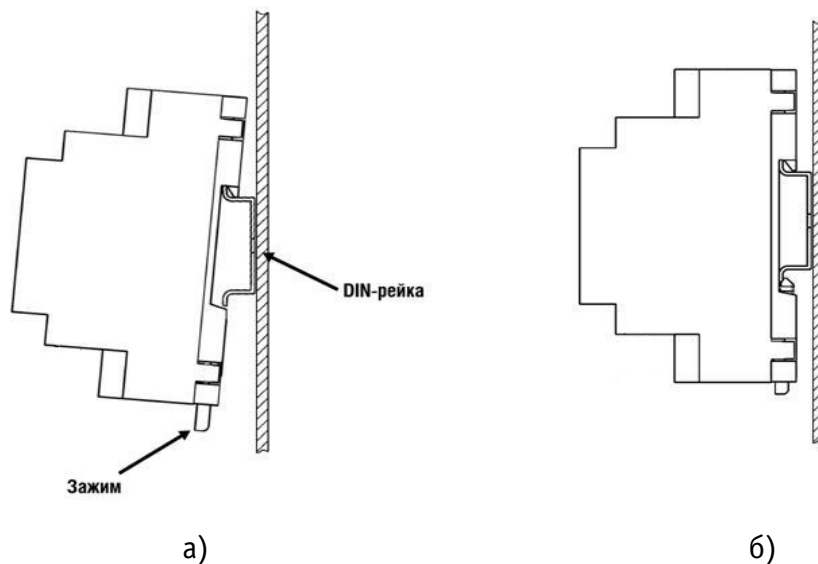

Рисунок 2 – Последовательность установки Устройства на DIN-рейку
- зацепить верхним креплением корпуса Устройства (расположено на тыльной поверхности корпуса Устройства) за верхнюю направляющую DIN-рейки (рис. 2а);
- оттянуть вниз зажим подпружиненный (6) на нижней части корпуса Устройства, прижать Устройство к DIN-рейке;
- после прижатия корпуса Устройства к DIN-рейке, отпустить зажим (рис. 2б);